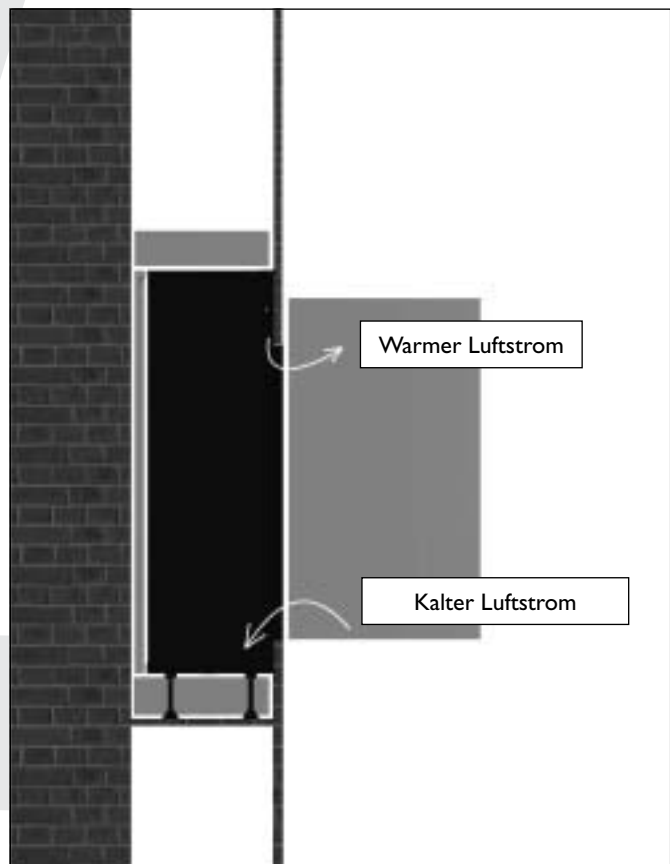

Abbildung 2
- Die Entlüftung für Warmluft und die Belüftung für Kaltluft dürfen auf keinen Fall ganz oder teilweise versperst werden (**siehe Abbildung 2**).
- Stellen Sie keine Gegenstände vor oder unter das Gerät, weil diese durch die Wärme beschädigt werden können (**siehe Abbildung 2**).
- Nasse Kleidung, Handtücher u.ä. nicht auf dem Gerät oder in seiner Nähe zum Trocknen aufhängen (**siehe Abbildung 2**).
Die Luftströmungen rund um das Gerät müssen jedoch beachtet werden (Ihr Installateur informiert sich hierüber in der Installationsanleitung). Als Benutzer müssen Sie dafür sorgen, dass um das Gerät herum genügend Platz für die ausreichende Zufuhr von Kaltluft und die Abfuhr von Warmluft vorhanden sein muss (siehe **Abbildung 2**).